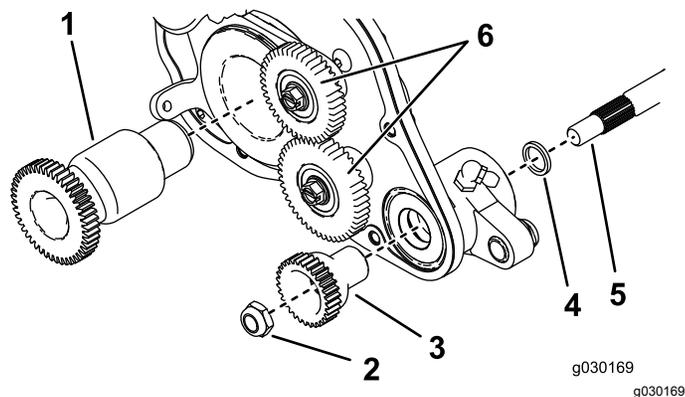

Figura 10
4. Aplique lubrificante no vedante no suporte do conjunto da transmissão e na extremidade estriada do eixo do rastelo (Figura 10).
6. Deslize a extremidade ranhurada do eixo do rastelo para o suporte do rolamento do conjunto da transmissão (Figura 10).
8. Prenda a engrenagem ao eixo do rastelo com a porca de bloqueio da engrenagem da transmissão (Figura 10).
13. Prenda a engrenagem da transmissão do rastelo ao eixo do cilindro no lado direito do cilindro (Figura 10) e aperte-a com 170 N m.
14. Instale e aperte as engrenagens do rolete (Figura 10) e aperte os parafusos com uma força de 13,5 N·m.